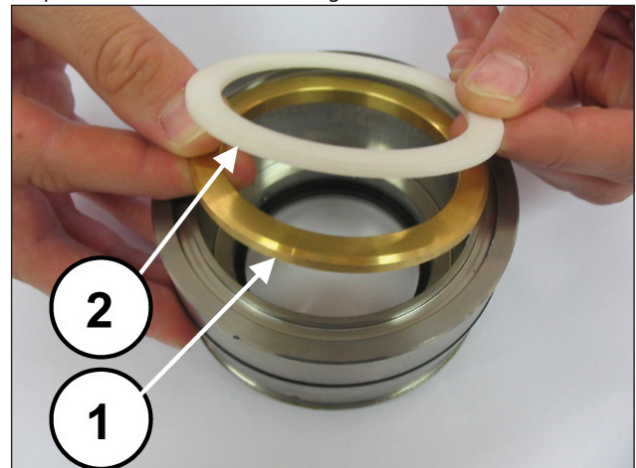
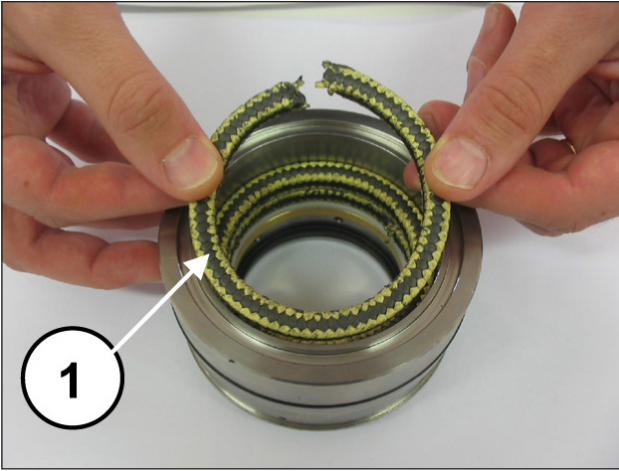
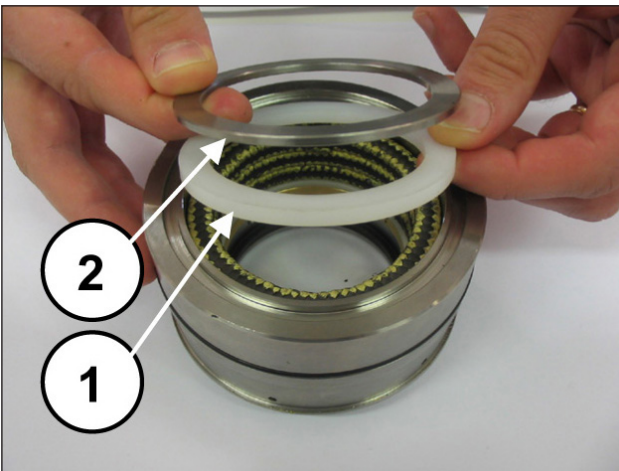

Abb. 165
Abb. 166
Abb. 167
Montieren Sie den Lagerring und den Stützring (Pos. ①②, Abb. 165) sowie die drei Stopfbuchsen, achten Sie dabei, dass die Schlitz in einem Winkel von 120° zueinander ausgerichtet sind (Pos. ①, Abb. 166), darüber hinaus den Abstreifring der Stopfbuchsen und den Federring (Pos. ①②, Abb. 167).